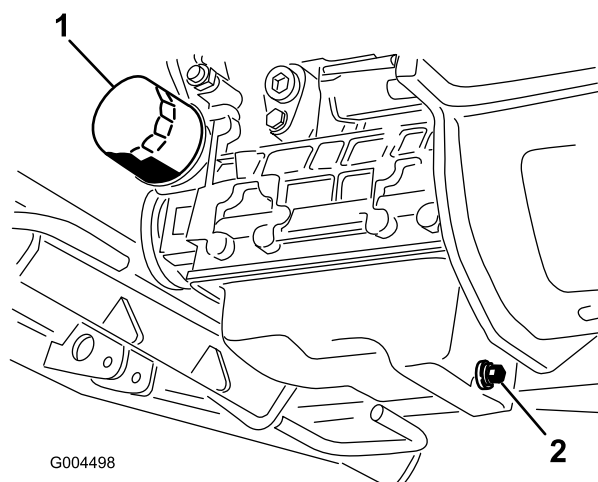

Figura 46
3. Coloque um recipiente de drenagem debaixo do recipiente do óleo e alinhe-o com o tampão de escoamento (Figura 46).
6. Retire e substitua o filtro do óleo (Figura 46).